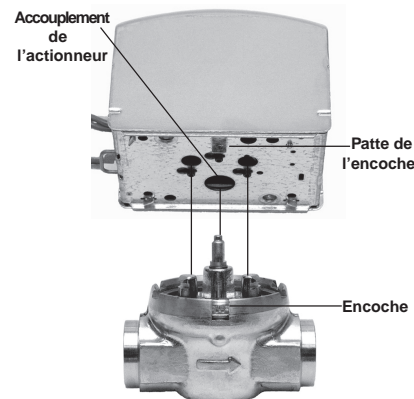

Fig. 5 - Montage de l'actionneur.
4. Aligner l'accouplement du moteur et les surfaces planes parallèles de l'arbre du corps de vanne en forme de double D et placer l'actionneur sur le corps de vanne tout en vérifiant si l'arbre s'engage correctement. (Voir la Fig. 5.)